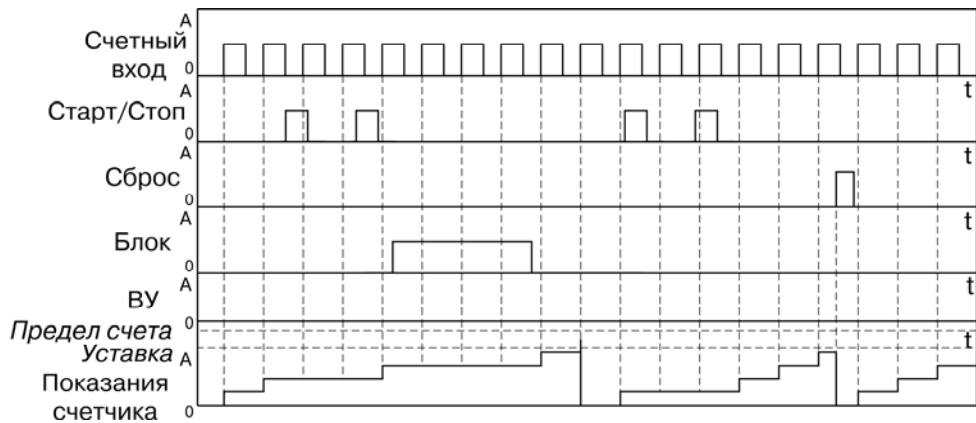

Рисунок 3.5
- тип работы по сбросу – «Сбросить счетчик и продолжить счет» ($rSt =Cnt$) (рисунок 3.5).